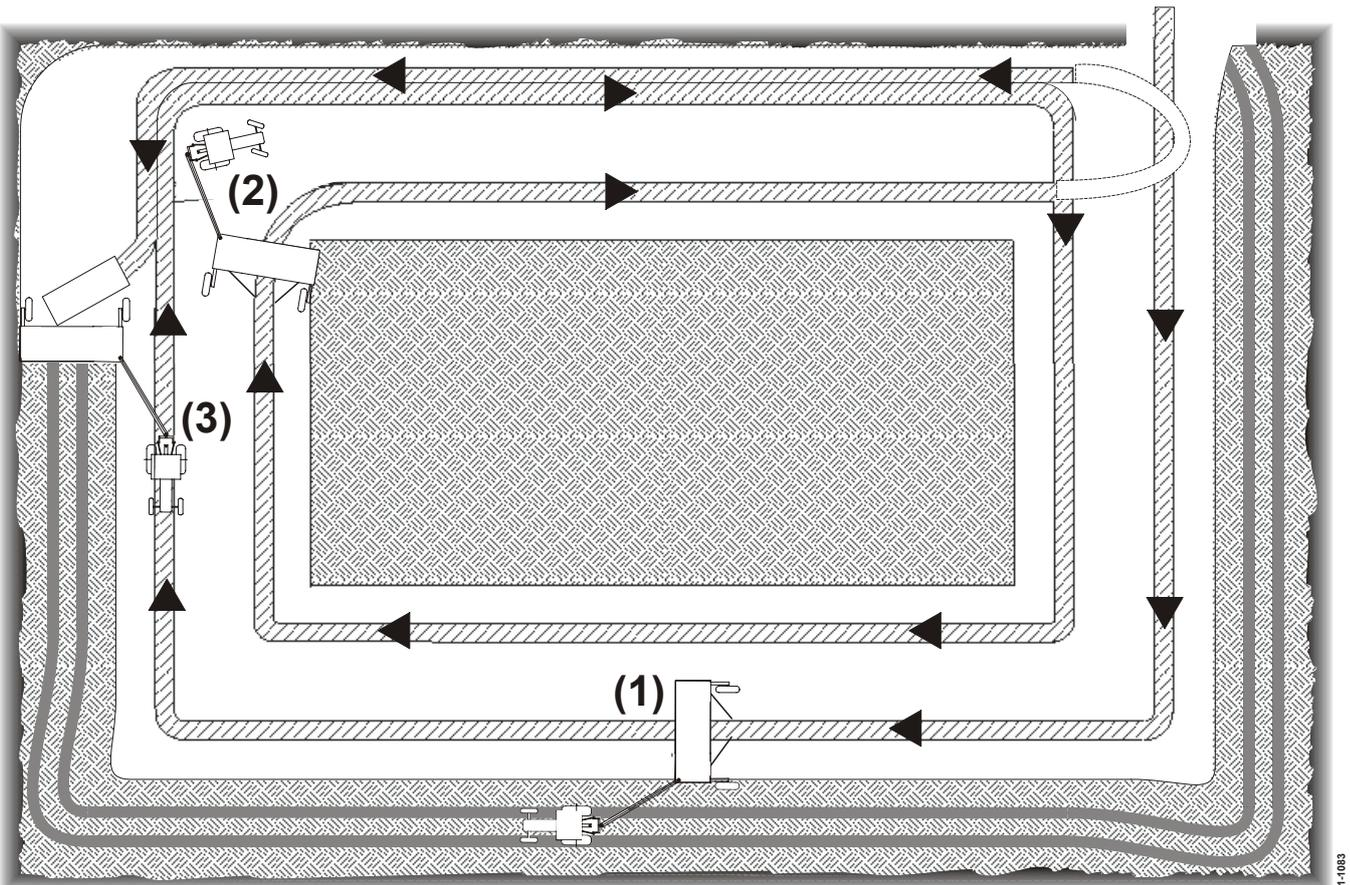

Рис. 4-12
Рис. 4-12 Поднимите Collector для обычного валкообразования. Сделайте один проход от кромки поля (1). Сделайте второй проход в том же направлении, что и первый проход (2). Опустите Collector и сделайте проход вдоль кромки поля (3). После того как вы создали поворотные полосы, поле готово для кошения. Если вам необходимо сформировать двойной валок сделайте дополнительный проход Collector в рабочем положении после второго прохода.